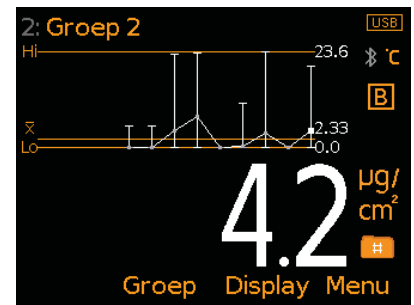

Fig. 4: Run Grafiek & Metingen x1
- **Run Grafiek (Fig. 4);** Trendgrafiek van de laatste 20 metingen die na elke meting automatisch wordt bijgewerkt.